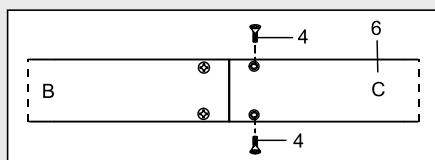

Fig. 23
- Posez la troisième section du rail de guidage marquée « C » (6) sur son dos (Fig. 23). Glissez les cavités par-dessus les deux barres d'assemblage qui dépassent à l'extrémité droite de la section « B » du rail de guidage. Fixez à l'aide de deux vis (4).